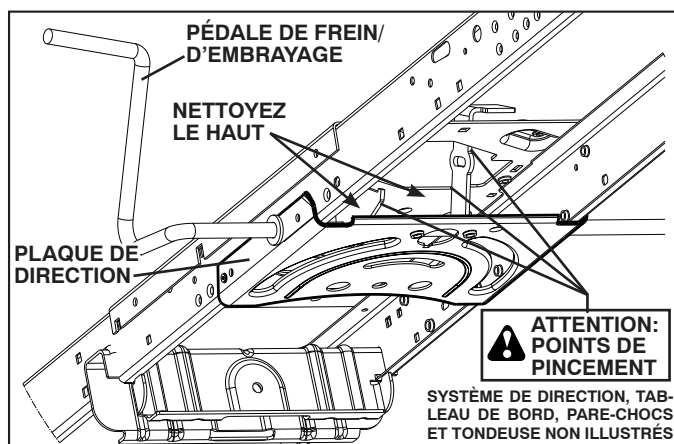

Fig. 19
**ATTENTION : Évitez les points de pincement et les pièces mobiles. (Voir la Fig. 19)**